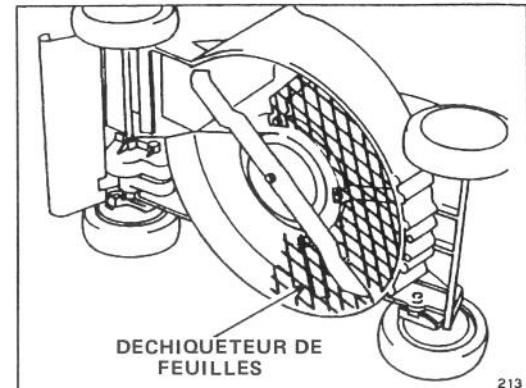

Figure 27
3. Dechiqueteur de feuilles (modele n° 59180) — Se monte sous la tondeuse en quelques minutes, sans qu'il soit nécessaire d'enlever la lame. Déchiquette les feuilles en petits morceaux afin de permettre une bonne aspiration dans le sac à herbe et donc un enlèvement pratique (Fig. 27).